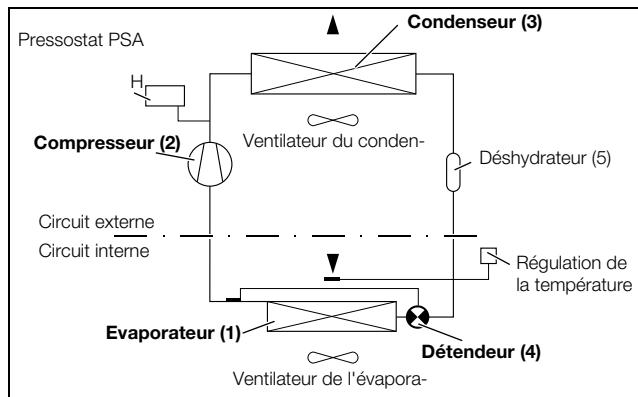

Fig. 2 : circuit frigorifique
Le climatiseur (installation frigorifique à compression) se compose de quatre éléments principaux (voir fig. 2): l'évaporateur (1), le compresseur (2), le condenseur (3) et le détendeur (4) – reliés entre eux par une tuyauterie adaptée. Le circuit ainsi constitué transporte un liquide à point d'ébullition bas, le fluide frigorifique. Le potentiel de destruction de la couche d'ozone (PDO) du fluide frigorifique est de 0. Il est donc très écologique. Un déshydrateur (5) intégré au circuit frigorifique hermétique-